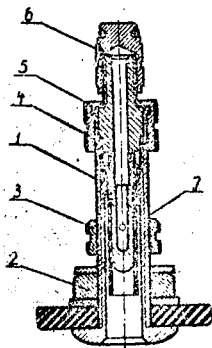

Рис. 2. Вентиль.
- б) из-за неплотного соединения вентиля (рис. 2) с камерой;